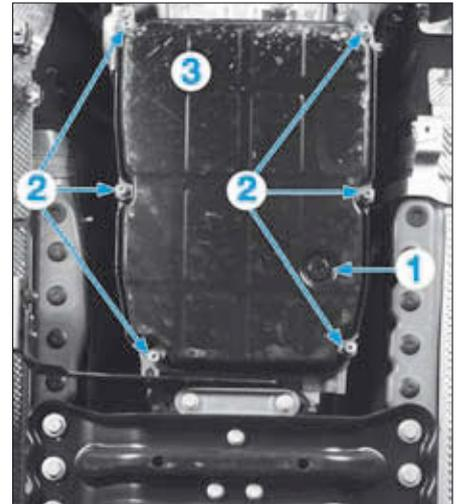

FIG. 10
- Retirer le bouchon de vidange (1) (Fig.10).